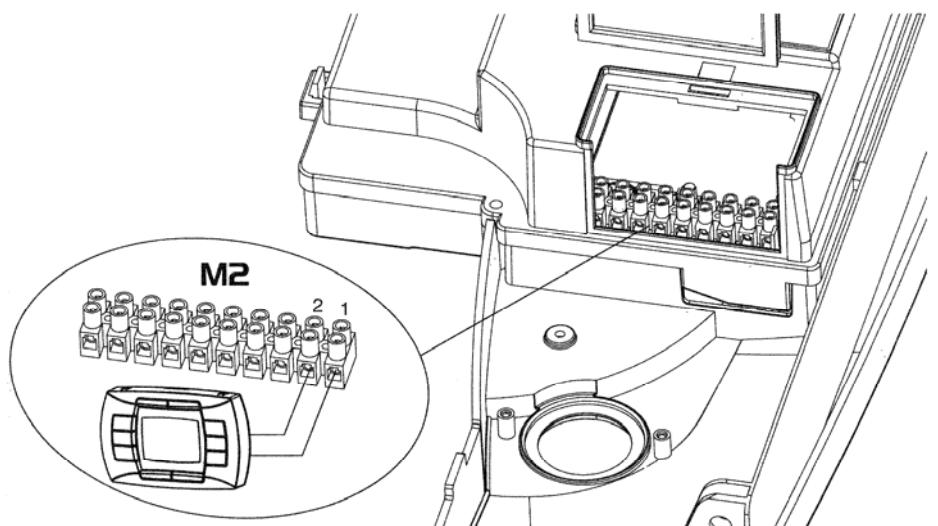

Рис.12
- открыть доступ к клеммной колодке **M2** как показано на рис.12;
- Открутить винт на штуцере (**P_a**, рис. 12а) и присоединить к штуцеру (**P_a**) манометр.
- Проверить динамическое входное давление газа (штуцер **P_a**, рис. 12а). Номинальные давления: **20 мбар** для природного газа, **37 мбар** для пропана или **30 мбар** для бутана.
- Открутить винт на штуцере **P_b** (рис. 12а) и присоединить к штуцеру **P_b** манометр. Для моделей 240 i/Fi использовать штуцер (3) расположенный на трубе подачи газа (Рис.12 б).
Рис.12а
Рис.12б (модели 240 i - 240 Fi)
- 1) снять трубку подачи газа (поз.1 на Рис.12б);
- 2) заменить диафрагму, установленную на газовом клапане (поз.2 на Рис.12б);